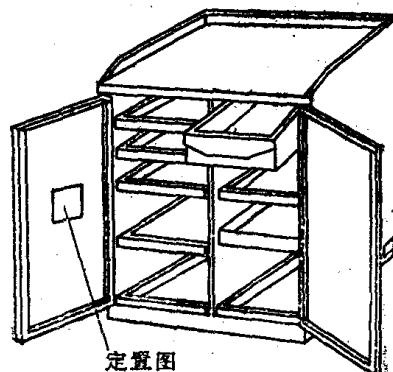

图1-1 工具箱
① 上班前向机床各油孔注油，并使主轴低速空转1~2min，让润滑油散布到各润滑点。
② 操作时切削用量不能选得过大，防止机床因超负荷运转而损坏。机床导轨上不应直接安放工具和杂物。
③ 主轴运转时不得变换转速，进给箱变速时允许在低速情况下进行。
④ 下班前应清除车床上及车床周围的切屑，并在各油孔及导轨上加油。
4) 工具、刃具和量具都要按现代工厂对定置管理的要求，做到分类定置和分格存放，图1-1为工厂中常用的工具箱。使用时要